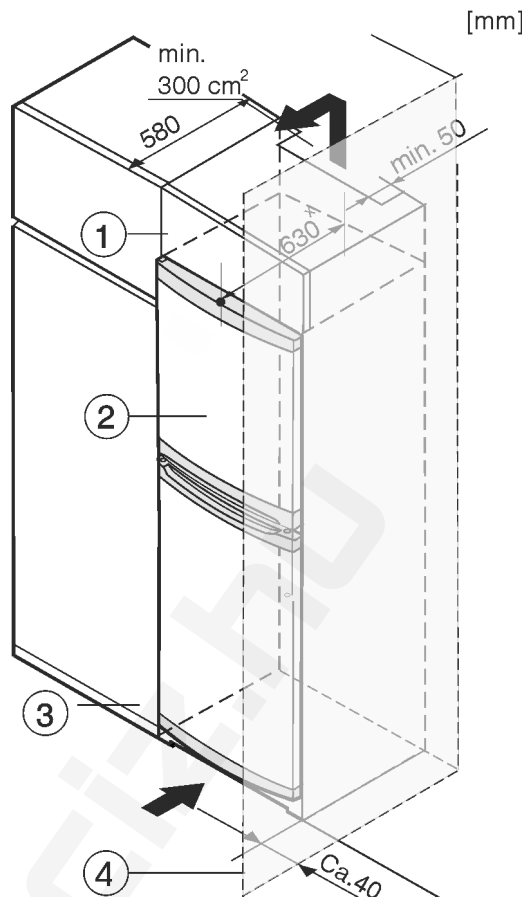

Fig. 8
A készüléket körbe lehet építeni konyhaszekrényekkel. Rá lehet szerelni Fig. 8 (2) egy rátétszekrényt, hogy a készüléket a konyhabútorok magasságához Fig. 8 (1) igazítsa.
Ha (max. 580 mm mélységű) konyhaszekrényekkel építi körül, akkor a berendezést közvetlenül a konyhaszekrény Fig. 8 (3) mellett is felállíthatja. A készülék oldalirányban 34 mm^x, a közepétől pedig 50 mm^x távolságban nyúlik túl a konyhaszekrény előlapjához képest.
Mikor a berendezést a csuklópántokkal egy fal Fig. 8 (4) mellett állítja fel, akkor a berendezés és a fal közti távolság legalább 40 mm legyen. Ez nyitott ajtó esetén megfelel a fogantyú túlnyúlásának.